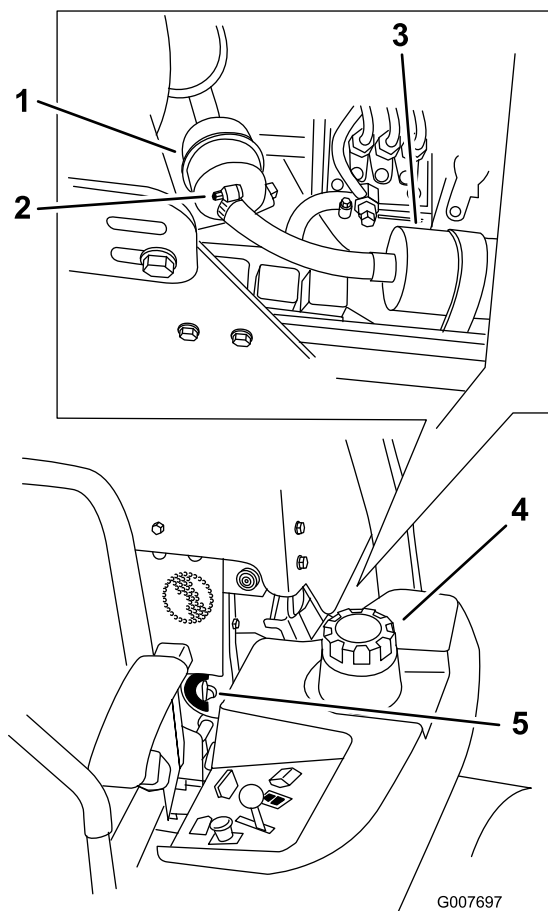

Figura 67
4. Feche a válvula de corte do combustível (Figura 67).
5. Desaperte as 2 braçadeiras de tubos e desligue as linhas do combustível do filtro de combustível (Figura 67).
6. Monte um filtro novo. Ligue os tubos de combustível ao filtro do combustível e coloque as duas braçadeiras (Figura 67).